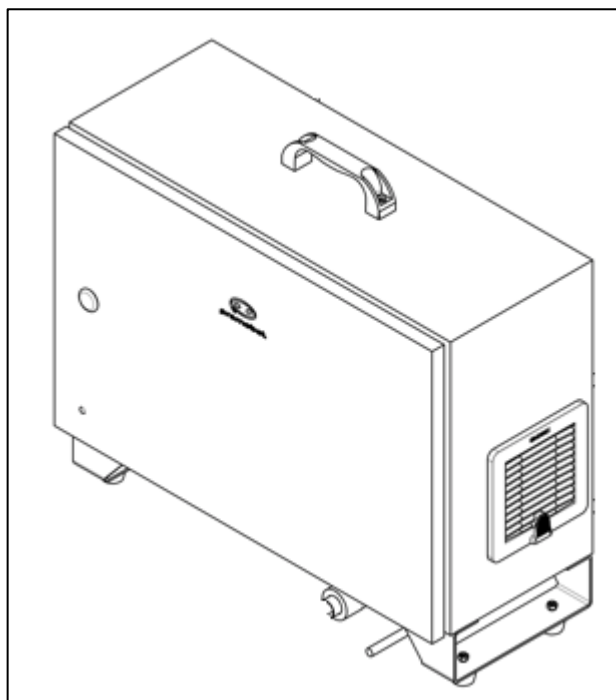
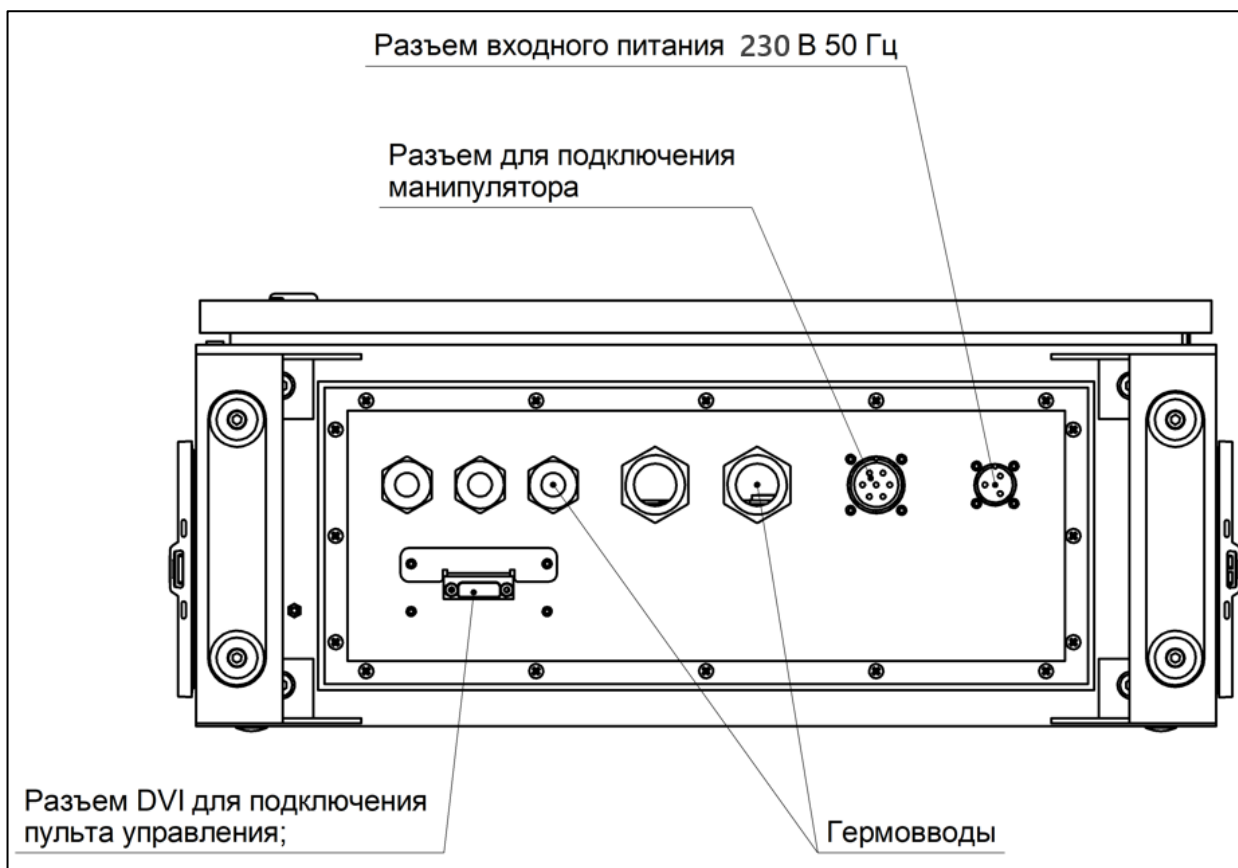

Рисунок I-9 – Шкаф управления Promobot M13
Рисунок I-15 – Расположение разъема подключения манипулятора и гермоввода для прохода кабеля пульта управления
Шкаф управления Promobot M13 (см. Рисунок I-9) выполняет функции электропитания, управления, обеспечивает безопасность работы и позволяет манипулятору интегрироваться с внешними системами автоматизации. Для обеспечения данного функционала шкаф управления содержит группы электрических интерфейсов – входы и выходы шкафа управления. Все внешние подключения должны осуществляться исключительно через гермовводы разных диаметров, обеспечивающие защиту корпуса шкафа от проникновения пыли и жидкостей (см. Рисунок I-15).
Примечание – Положение разъемов и гермовводов может отличаться от представленного на рисунке (см. Рисунок I-15).
- б) подключите кабель манипулятора к шкафу управления и к манипулятору (см. Рисунок I-15);